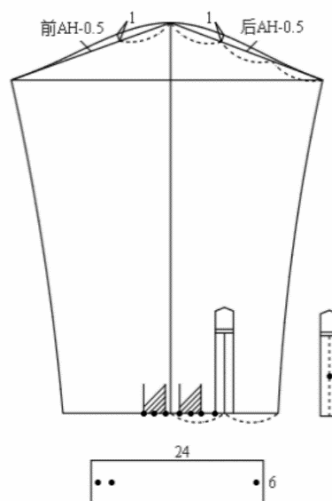

图 4-2-34 衣袖结构处理
② 用“ (比较长度)”工具量取衣身前、后袖窿长度，分别记作“前  $AH$ ”和“后  $AH$ ”；按照一片袖结构处理方法，参照图 4-2-34 完成衣袖结构处理。
③ 在后袖片袖口中点处做开衩“11cm”，并在距离开衩位置“2cm”处设置两个“3cm”大小的褶。
④ 按照剑型袖衩造型完成袖衩处理。